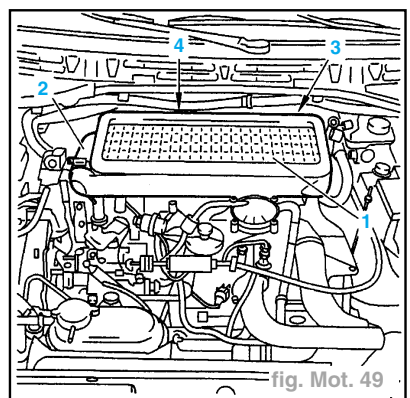

fig. Mot. 49
- Déposer (fig. Mot. 49) :
- l'échangeur thermique air/air (1).
- le tuyau (2) de sortie turbocompresseur.
- le tuyau (3) d'entrée du turbocompresseur.